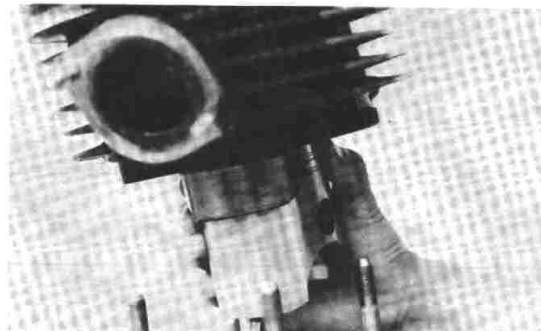

Fig. 3-5-17
2. Install cylinder with one hand while compressing piston rings with other hand. (Fig. 3-5-17)
2. Posez le cylindre d'une main en comprimant les segments de l'autre main. (Fig. 3-5-17)